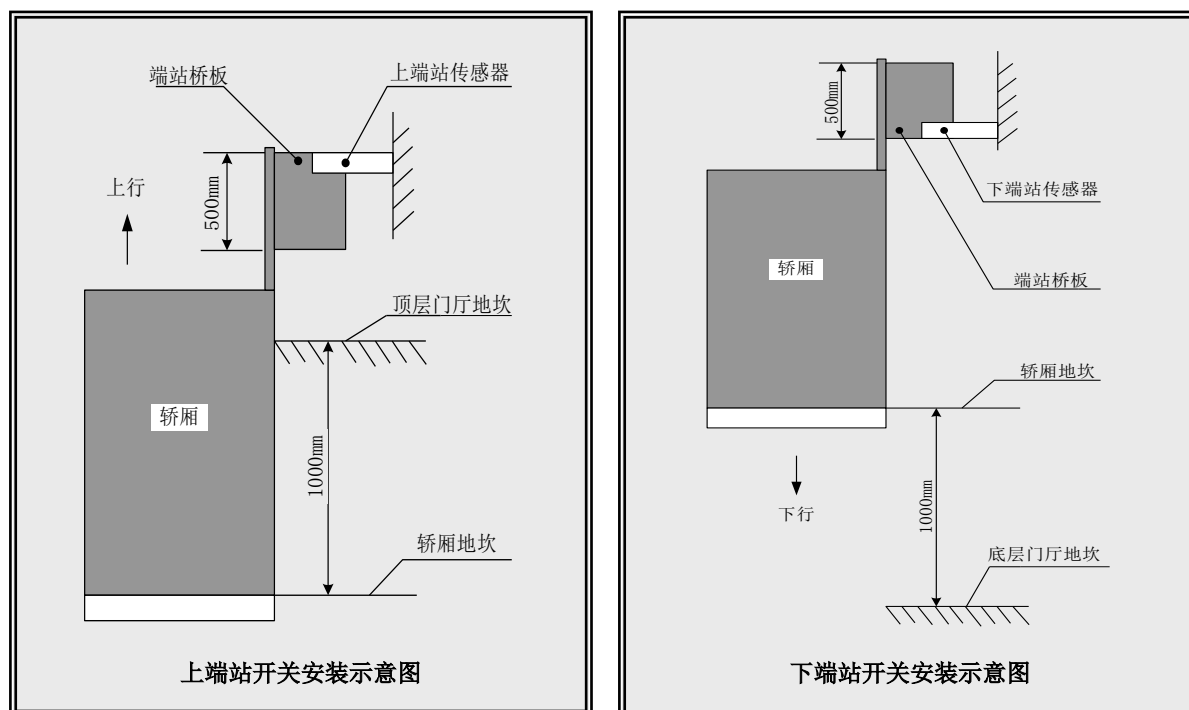

图 F1.2 上下端站开关安装示意图（梯速 0.4m/s ）
2. 上、下端站开关安装在井道，端站桥板安装在轿顶。端站开关安装示意图如图 F1.2 所示。